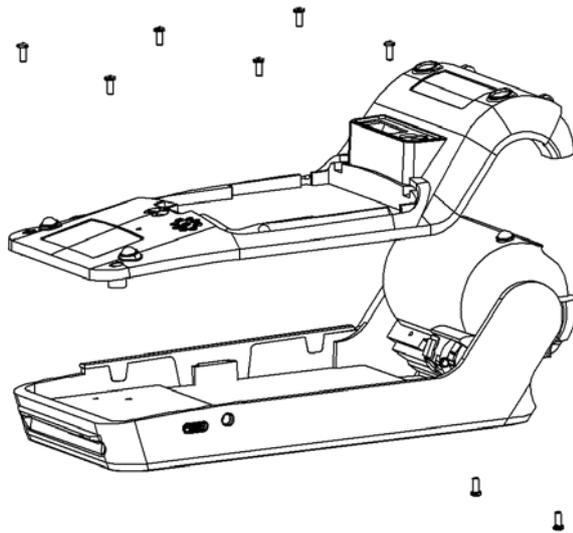

рис.15
4. Корпус нижний (чёрный) в сборе с Крышкой отсека чек. ленты и Валиком принтера крепиться к Корпусу верхнему (основному белому) посредством 8 саморезов 2x5 (см. рис.15)